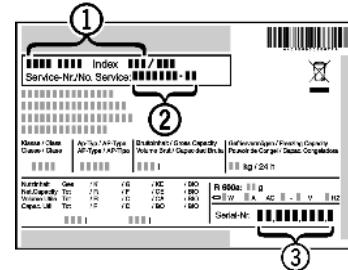

Fig. 9
- ▶ Назва пристрою Fig. 9 (1), сервісний номер Fig. 9 (2) та серійний номер Fig. 9 (3) вказані на табличці типів. Табличка типів знаходитьться всередині пристрою, зліва.
- ▶ Повідомте сервісну службу про характер неполадки, назву пристрою Fig. 9 (1), сервісний номер Fig. 9 (2) та серійний номер Fig. 9 (3).